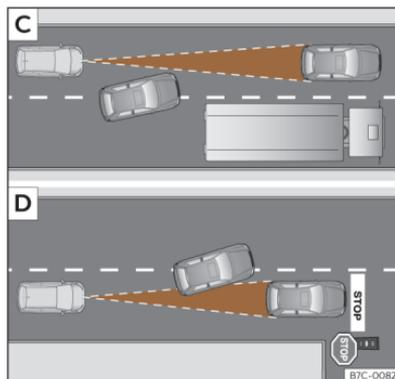

Abb. 133 **C** Fahrspurwechsel eines anderen Fahrzeugs. **D** Abbiegendes und weiteres stehendes Fahrzeug.
- Fahrzeuge, die in geringem Abstand auf die eigene Fahrspur wechseln >>> **(Abb. 133) C**.
Es ist möglich, dass ACC nicht auf stehende Fahrzeuge reagiert. Wenn z. B. ein von der ACC erfasstes Fahrzeug abbiegt oder ausschert und sich vor diesem Fahrzeug ein stehendes Fahrzeug befindet, reagiert ACC nicht auf das stehende Fahrzeug >>> (Abb. 133) .